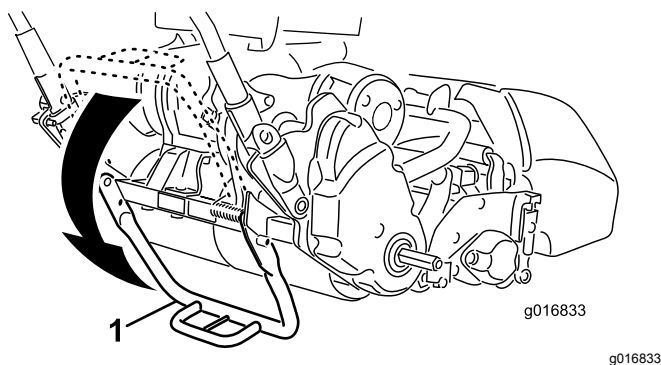

Figura 9
1. Con il piede, spingete verso il basso il centro del cavalletto, quindi alzate il sostegno della stegola inferiore finché il cavalletto non ruota in avanti e sopra il centro (Figura 9).